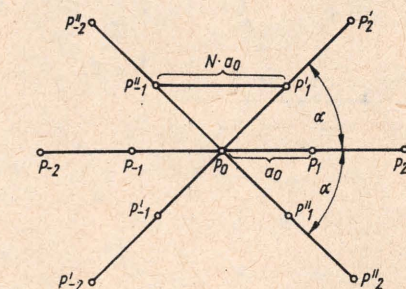

Abb. 1
a) Gegeben sei ein Translationsgitter mit einer Parallelschar  $n$ -zähliger Drehachsen (Translation ist die Abbildung eines ebenen oder räumlichen Gebildes, bei der alle Punkte in ein und derselben Richtung um ein und denselben Betrag verschoben werden). Zu jeder Achse gibt es Punkt-reihen, die auf dieser senkrecht stehen ( $\dots P_{-2}, P_{-1}, P_0, P_1, P_2 \dots$ ); durch  $P_0$  geht eine  $n$ -zählige Drehachse  $\perp$  Zeichenebene. Ferner gelte  $P_0P_1 = P_1P_2 = \dots = a_0$ . Wir denken uns diese Punkt-reihe um die Drehachse  $P_0$  um den Winkel  $\alpha$  bzw.  $-\alpha$  ( $\alpha = 360^\circ/n$ ) gedreht und sehen, daß neue Punktreihen entstehen (vgl. Abb. 1).